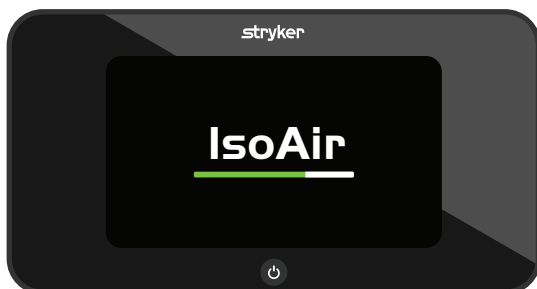

Figure 19 – Écran de démarrage
2. Maintenir le bouton d'**alimentation** enfoncé jusqu'à ce que **IsoAir** apparaisse à l'écran (Figure 19).